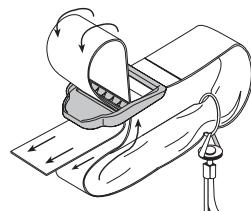

Fig. 3
- Pase la correa sobre la barra transversal y hacia abajo a través de la ranura de la hebilla (Fig. 3).